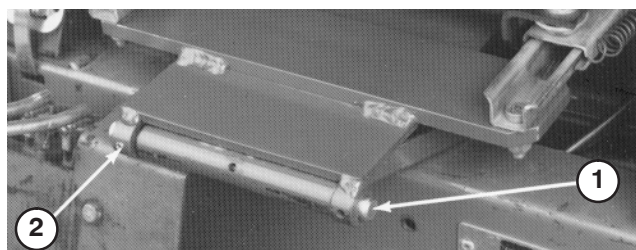

Bild 9
3. Montieren Sie den Sitz und die Sitzstütze mit dem Gelenkschaft und dem Rollstift an der Schwenkhalterung des Sitzes (Bild 9).
5. Montieren Sie den Sitz und die Sitzstütze mit dem Gelenkschaft und dem Rollstift an der Schwenkhalterung des Sitzes (Bild 9).